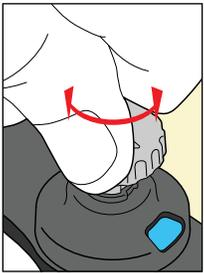

図17
1. 前部熱可塑性樹脂マスクの各ピンをシムを希望する高さ(推奨される高さは2 mm)にします(1目盛りは0.5 mm)。(図17)